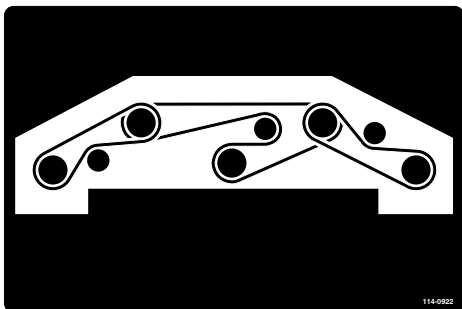

Figura 129
8. Infilate la nuova cinghia attorno alle pulegge del mandrino e al gruppo puleggia tendicinghia (Figura 129).